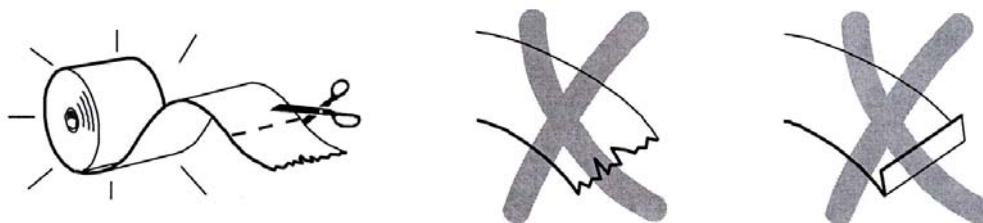

Рисунок 7.6 - Подготовка ленты к установке
7.4.8 Для заправки ленты в механизм печати следует аккуратно и ровно обрезать ножницами край ленты (Рисунок 7.6).